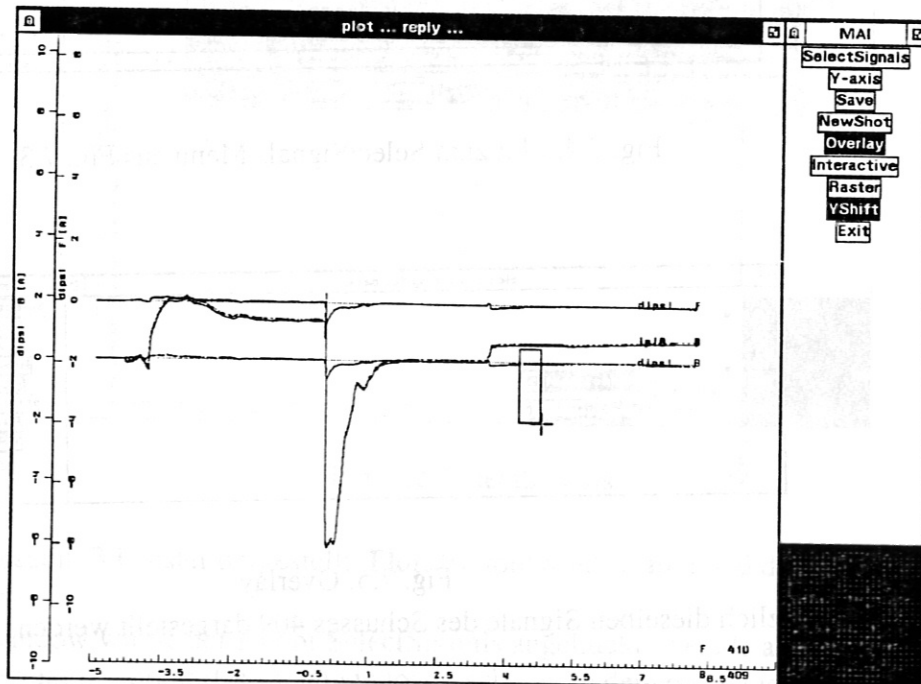
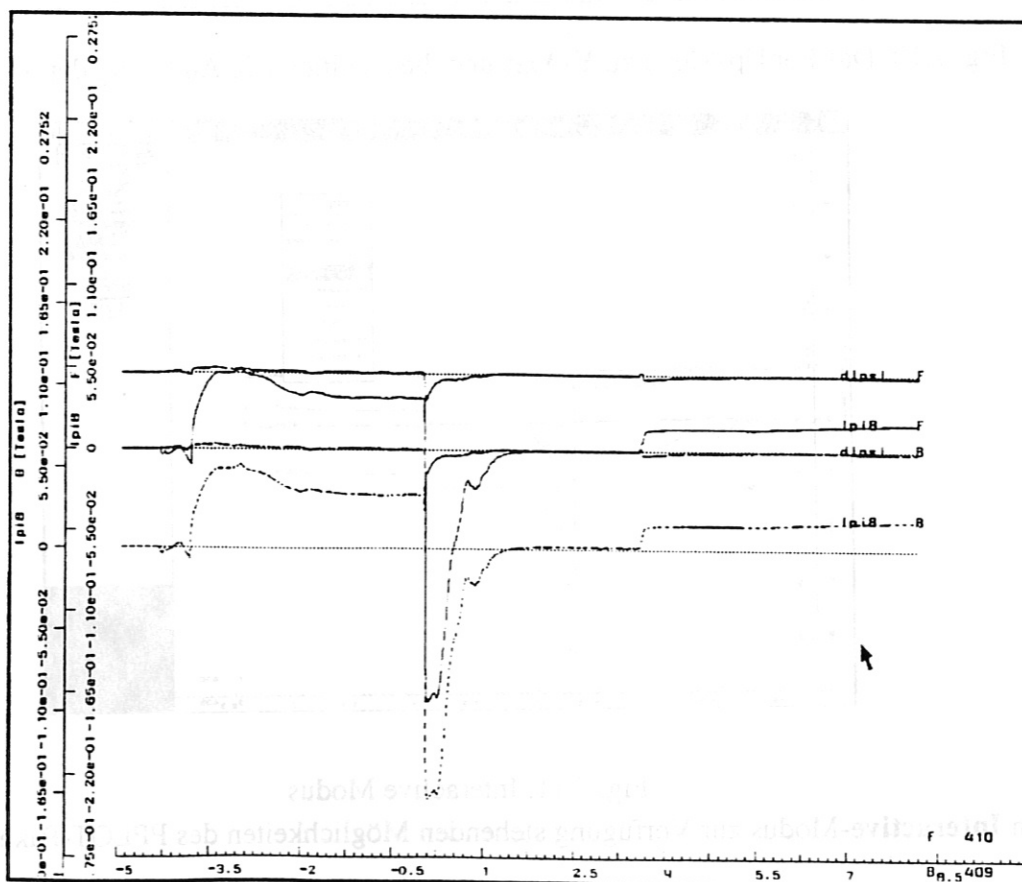

Fig. 7.7. Menüpunkt **YShift** mit bereits angezeichneter Höhe der Verschiebung
Fig. 7.9. Das Resultat der Verschiebung eines Graphen
Kurvenzüge interaktiv verschiebbar: Weil der Kurvenverlauf einzelner Signale zweier Schüsse meist recht ähnlich ist, müssen die Graphen der Signale auf dem Bildschirm etwas gegeneinander versetzt dargestellt werden, daher müssen sie interaktiv verschiebbar sein, was durch die Möglichkeiten des **PLOT**-Paketes (PlasmaPlot, [Lit. 6]) verwirklicht wurde (siehe Fig. 7.7 bis Fig. 7.9).
- Mit der Maus wird ein schwarzes Viereck (rubberband) im Bild gezogen, wobei die Höhe des Vierecks die Höhe des Verschiebung angibt (siehe Fig. 7.7).
- a) Höhe der Verschiebung (Fig. 7.7),